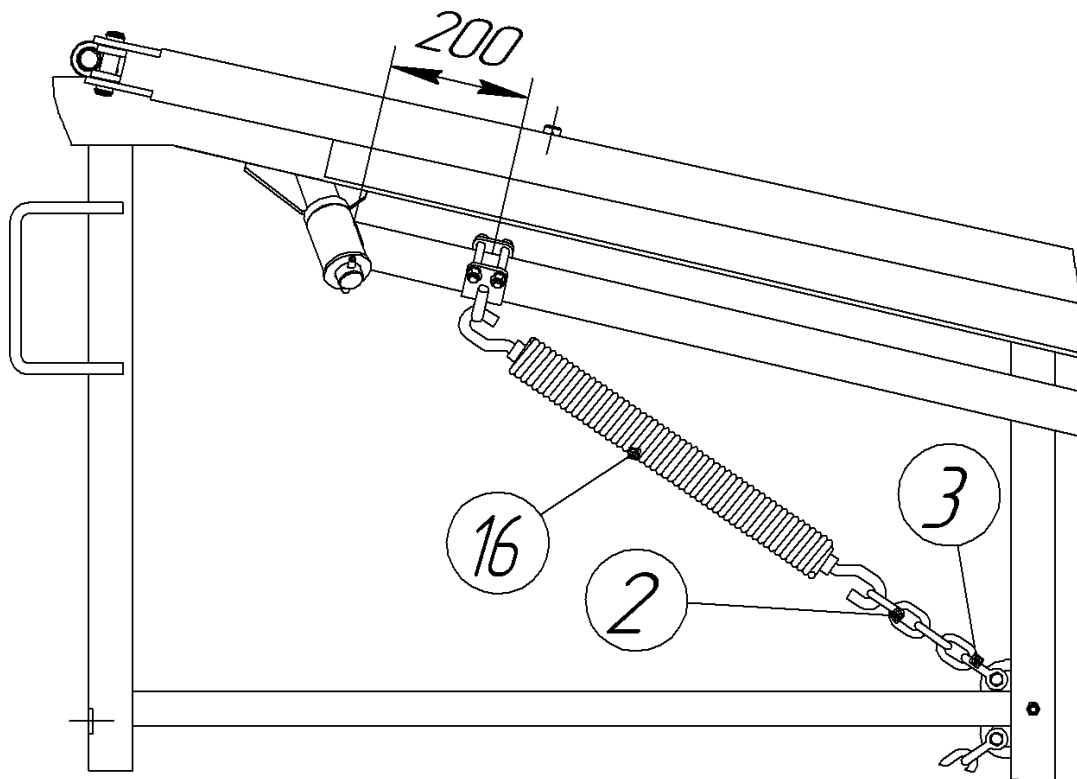

Рис. 4.1.2. Установка пружины.
4.1.6. Установите пружины (16) между коромыслом и ухом на сцепке.
Внимание! С сентября 2020 года в конструкцию внесены изменения. Между пружинной (16) и рамой сцепки устанавливается цепь из четырёх звеньев (поз. 2, рис. 4.1.2) и серьга с болтом (3). Установка цепи обязательна, в противном случае произойдёт слишком большое